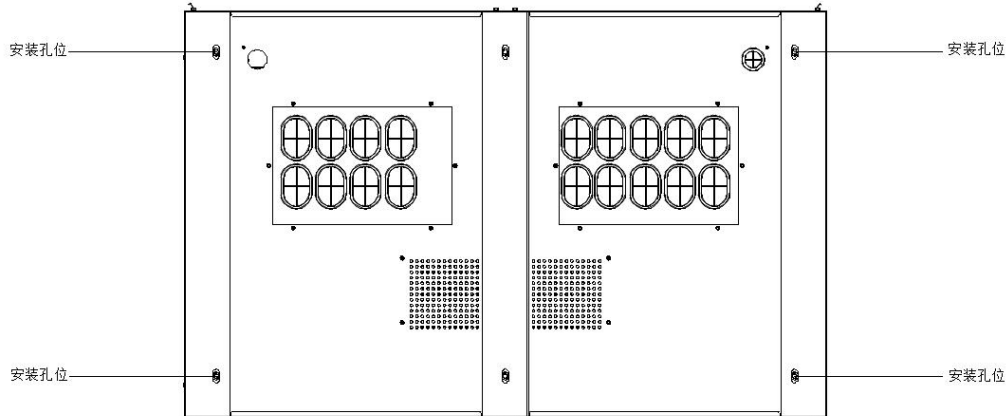

图4-6 底部视图
- 选择合适的工具将光储一体机运送至安装位置，并对准底部安装孔，如图4-6底部视图及一体机安装尺寸。